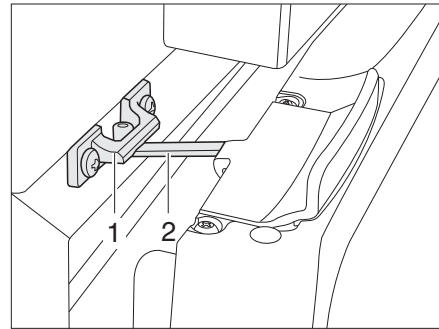

Fig. 255 Puerta del frigorífico en posición de ventilación (Thetford)
- Abrir el bloqueo (Fig. 255,2) y engatillarlo en el alojamiento del bloqueo (Fig. 255,1). De este modo, la puerta del frigorífico quedará ligeramente abierta.